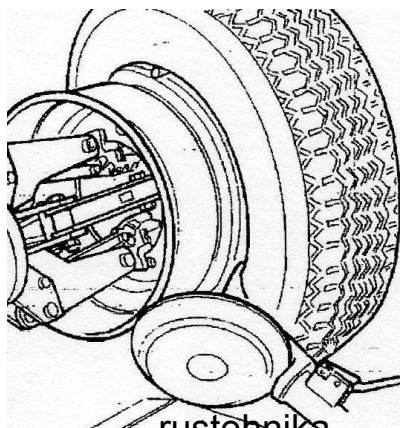

Рисунок 22
– Переведите устройство вперед, пока красная контрольная точка не окажется на одной линии с внешним краем обода и примерно в 5 мм от него (см. Рисунок 22).